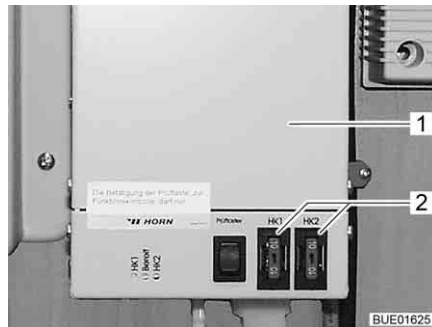

Bild 116 Regulator för avloppsledningarnas värmesystem
Säkringarna finns på regulatorn (Bild 116,1).
- Byt säkring (Bild 116,2).